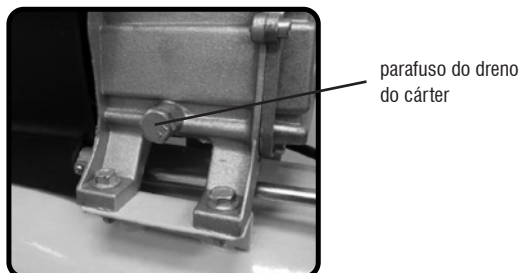

Fig. 13 – Parafuso do dreno do cárter
- Retire o parafuso do dreno, Fig. 13, girando no sentido anti-horário;